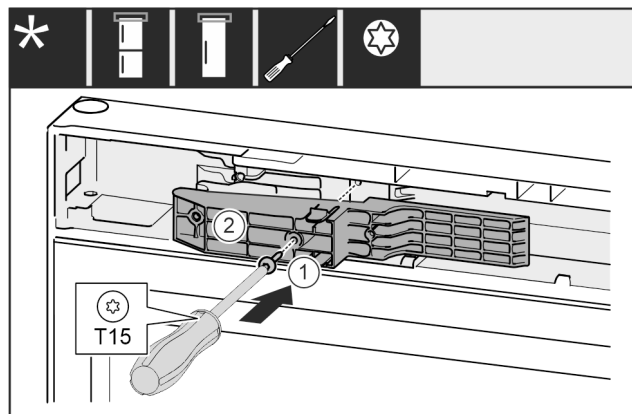

Fig. 70 *
- ▶ Adaptér Fig. 70 (1) na straně rukojeti vložte do výklenku.*
- ▶ Šroubovákem šroub Fig. 70 (2) pevně utáhněte.*